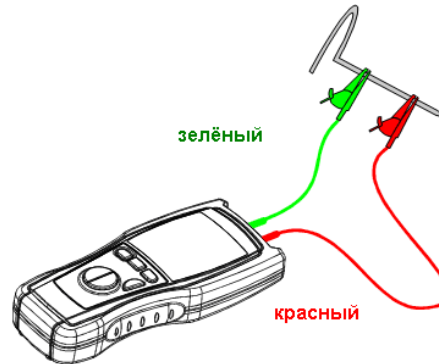

Рис. 2: Подключение для **калибровки проводов** прибора при измерении по **2-х полюсной** схеме (EARTH- 2W)
4. Замкните «накоротко» концы измерительных проводов (см. рис.2). Убедитесь что провода с зажимами «крокодил» при их соединении обеспечивают хороший гальванический контакт друг с другом. Для обеспечения безопасных условий и точности калибровки рекомендуется использовать металлический электрод-заземлитель из комплекта прибора.